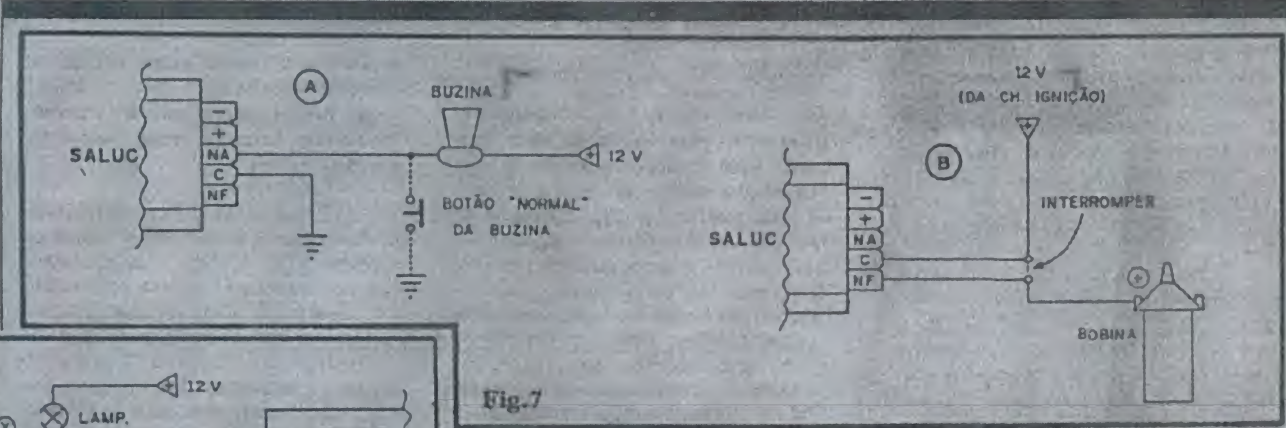

Fig. 7
Já "esboçamos" as funções básicas dos terminais NA-C-NF, no início do presente artigo... Entretanto a fig. 7 dá algumas sugestões "visualmente mastigadas", de modo a facilitar a interpretação...
- Acionado o alarme (por uma abertura "não autorizada" de porta, pela vibração ou balanço impostos ao veículo devido à entrada de uma pessoa "intrusa", etc.), durante cerca de 30 segundos a intermitência dos contatos operacionais de Saida controlará a buzina, o sistema de ignição, etc. (fig. 7), à razão de 2 Hz (duas intermitências por segundo). Esgotado o tempo de 30 segundos, se a condição original do sensor tiver sido recomposta, o SALUC estará automaticamente em plantão, novamente...